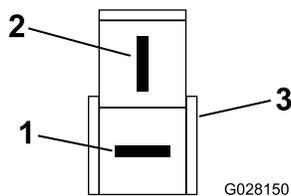

Figura 11
3. Conecte el conector de 2 vías a los terminales del cable de la placa de matrícula (Figura 11).